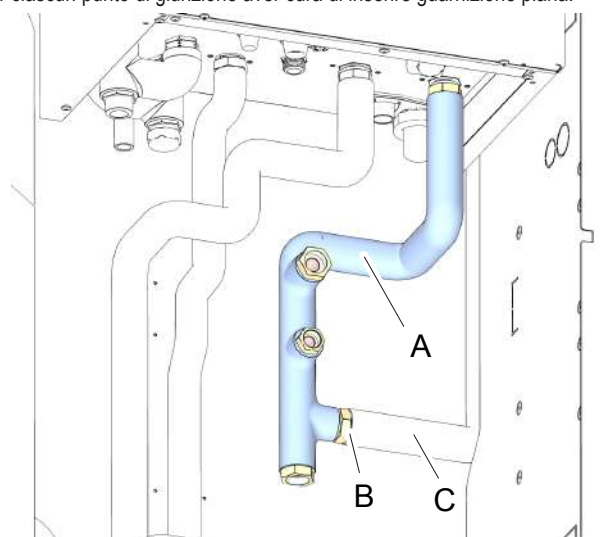
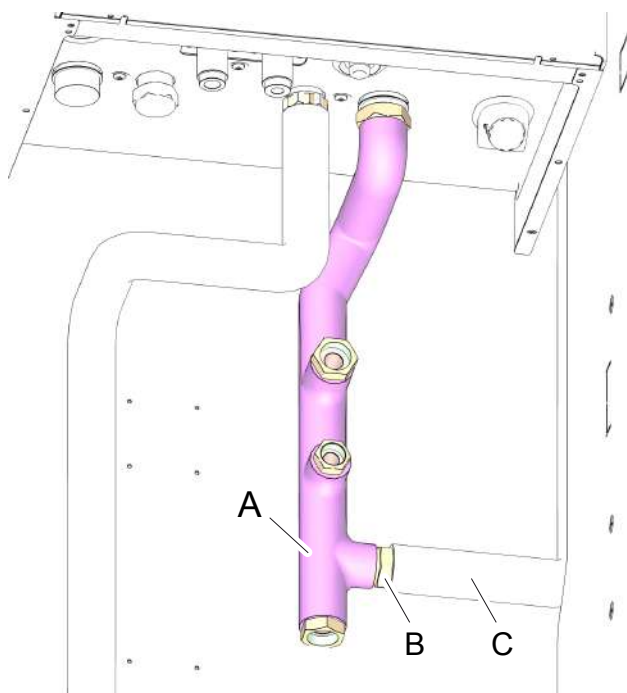

fig. 18 -
fig. 19 -
Montare tubazione 3841T780 (part. A "fig. 18 -")
Nel caso non sia previsto il kit serbatoio inerziale montare il tappo (posizione B "fig. 18 -").
Montare tubazione 3841T770 (part. A "fig. 19 -")
Nel caso non sia previsto il kit serbatoio inerziale montare il tappo (posizione B "fig. 19 -").
**Il tubo (particolare C di "fig. 18 -" e "fig. 19 -") è presente solo se il sistema prevede il kit serbatoio inerziale (vedi "4.8 Installazione kit serbatoio inerziale" a pagina 19).**